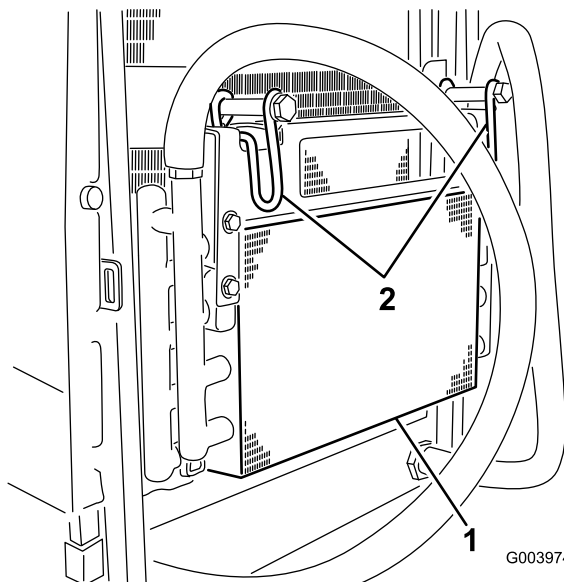

Figura 58
5. Gire los cierres hacia dentro para liberar el enfriador de aceite (Figura 58).